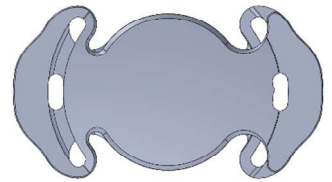

Abbildung 2: Vorderansicht der IOL mit der kleinen Nase in der Haptiköffnung auf ca. 3 Uhr Position.
- Bei der Implantation ist auf die korrekte anteriore/posteriore Ausrichtung der IOL zu achten: Die IOL ist lagerichtig implantiert, wenn die Nase in der Haptiköffnung entweder links unterhalb oder nach rechts oberhalb der horizontalen Symmetrieachse der IOL liegt (siehe Abbildung 2).